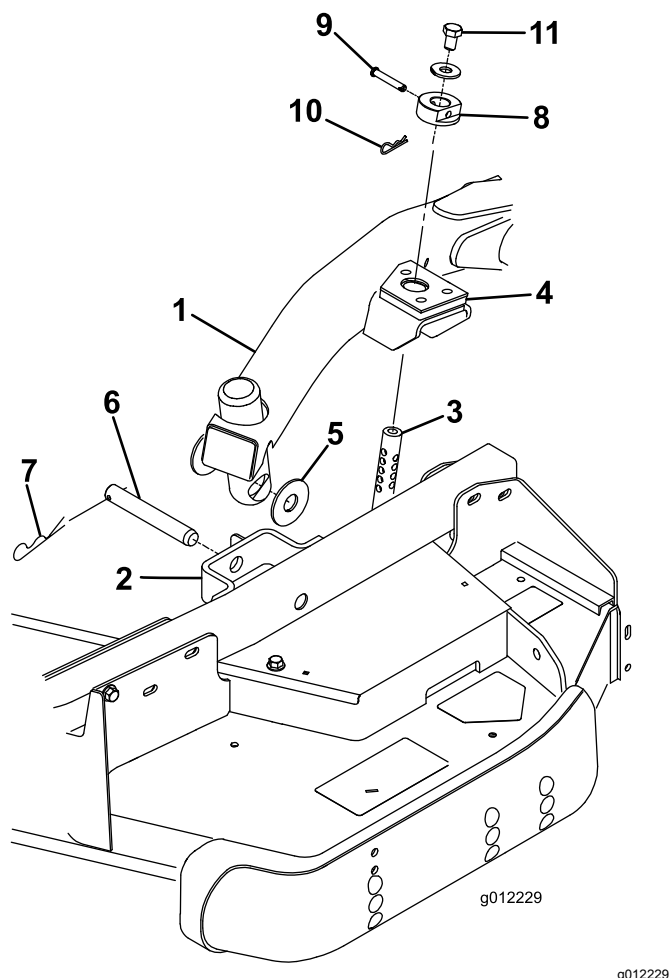

Figure 24
4. Placez le levier de levage en position de FLOTTEMENT. Poussez un bras de levage vers le bas jusqu'à ce que les trous soient en face de ceux du support du bras pivotant et qu'il soit possible d'insérer la tige de réglage de hauteur de coupe dans les patins du bras de levage (Figure 24).
- Fixez le bras de levage au bras pivotant avec 2 rondelles de butée, un axe de chape et une goupille fendue. Placez les rondelles de butée entre le bras de levage et le support de bras pivotant (Figure 24) et insérez l'extrémité de la goupille fendue dans la fente de la patte du bras pivotant pour retenir la goupille fendue.
fixez-les avec les axes de chape et les goupilles fendues (Figure 24).
- Montez un boulon ($\frac{1}{2}$ " x $\frac{3}{4}$ ") et une rondelle au sommet de chaque tige de réglage de hauteur de coupe (Figure 24).